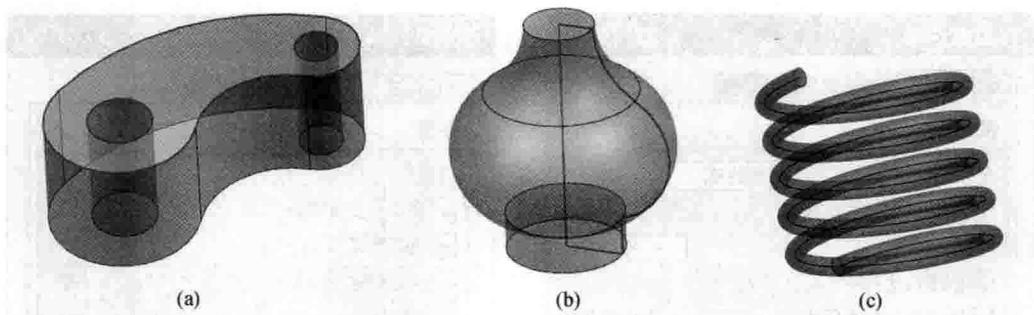

图 2.1 草图作用示例
- (1)模型形状适合拉伸或旋转,草图作为基础特征,如图 2.1(a)(b)所示。
- (2)草图用作扫描特征的引导线或自由形状特征的控制线,如图 2.1(c)所示。